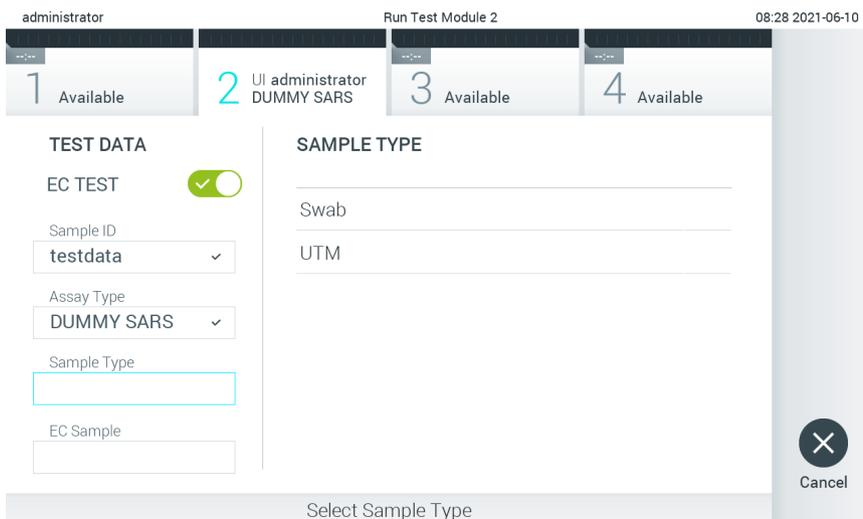

Figure 91. Choix d'un type d'échantillon.
5. Si nécessaire, sélectionnez le type d'échantillon approprié dans la liste (Figure 91).